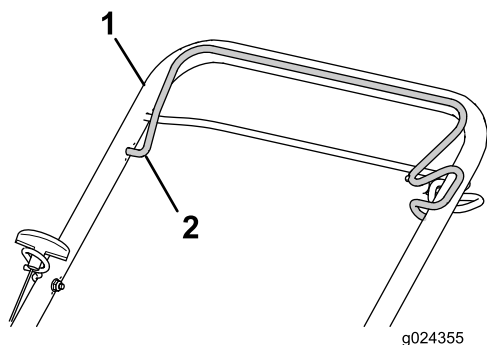

Figura 15
3. Tenete la barra di comando della lama contro la maniglia superiore (Figura 15).